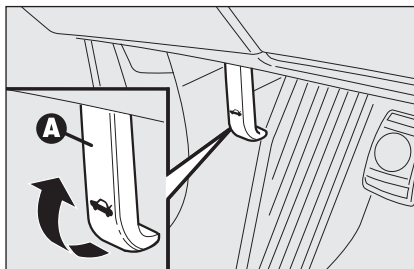

fig. 98
- ❑ tirer le levier **A-fig. 98** jusqu'à perception du déclic de décrochage;